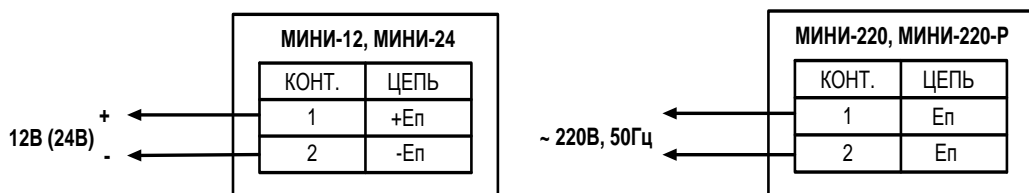

Рис. 1. Схемы подключения
3.2. Подключение изделий должно выполняться в соответствии со схемой (рис. 1).